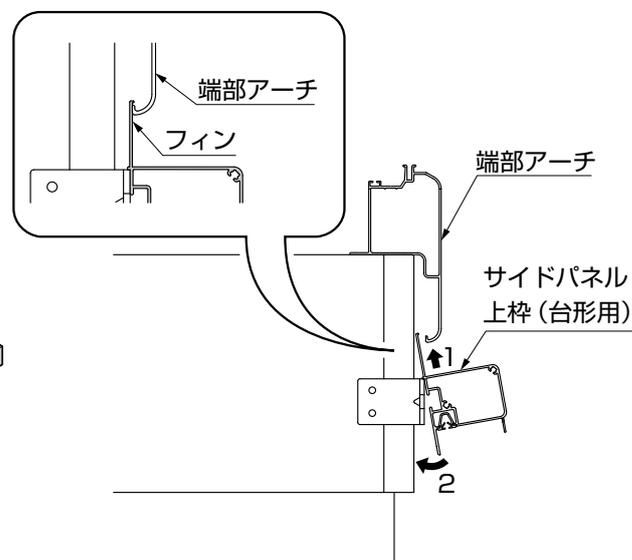

図5-5
- サイドパネル上枠（台形用）を取付ける際、フィンが端部アーチの下側に差込んでください。（図5-5参照）